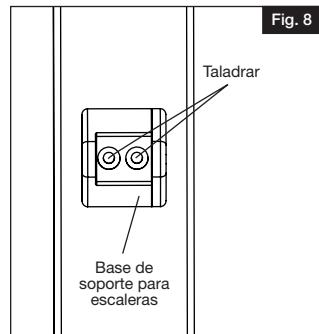

Fig. 8
- c. Marcar las dos ubicaciones para los orificios que se muestran (Fig. 8) para cada soporte y taladrar con una broca de 1/8".